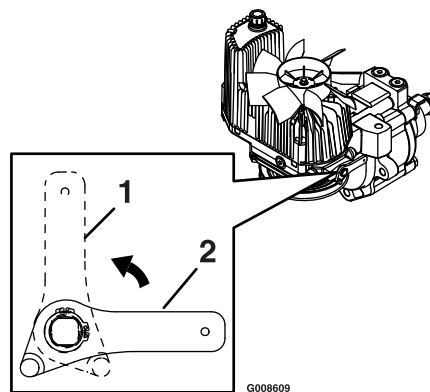

Figure 33
3. Tournez les leviers des vannes de déblocage en position verticale pour pousser la machine (Figure 33).
5. Tournez les leviers des vannes de déblocage en position horizontale pour utiliser la machine (Figure 33).